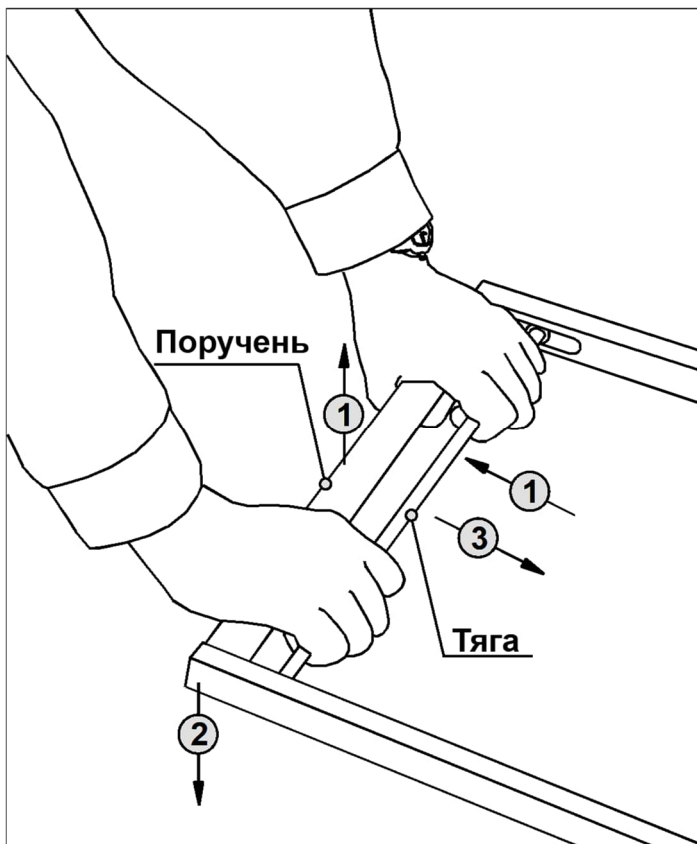

Рисунок 1. Открытие и закрытие бункера.
Для открытия бункера сделайте следующие операции (Рисунок 1):
7.2.4. Закрыть бункер (рисунок 1 оборота обложки).